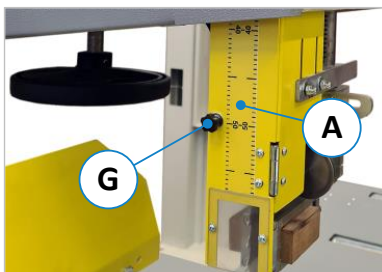

Figure 53 : ouvrir le couvercle
- Fermez le couvercle avant du guide supérieur de la lame de scie à ruban (voir ⇒ Figure 53).